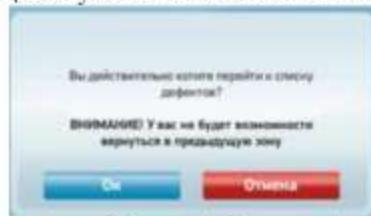

Рисунок 6
2.7. Воздушная линия в режиме экзамена разделена на несколько зон. Переход от зоны к зоне осуществляется нажатием клавиши F11, после чего появится запрос на подтверждение завершения осмотра зоны (рисунок 6), так как вернуться в эту зону будет уже невозможно, для отмены этого действия и возврата в текущую зону щелкнуть по кнопке «Отмена».